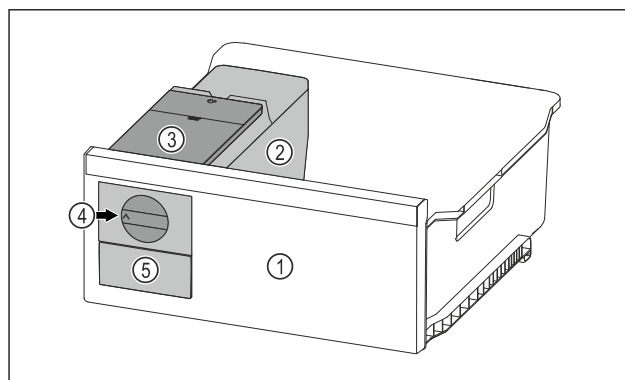

Fig. 123 Esimerkkikuva
- Kierrä kiertonuppia Fig. 123 (4) myötäpäivään vasteeseen saakka.
- ▷ Jääpalat putoavat jääpalakennosta jääpalavetolaatikkoon Fig. 123 (5).